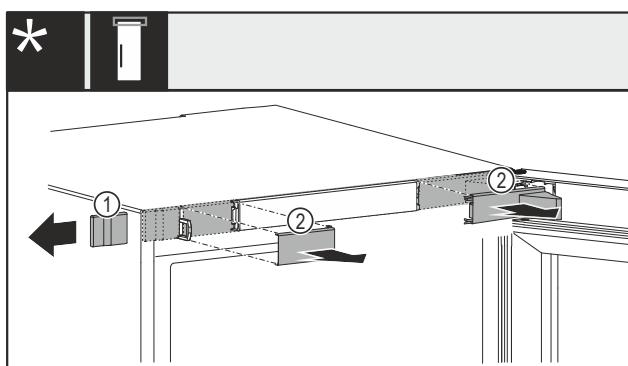

Fig. 14 Mit mechanischem oder elektrischem Schloss\*
- Abdeckung Fig. 14 (1) vorsichtig seitlich entfernen.\*
- Abdeckungen Fig. 14 (2) vorsichtig nach vorne entfernen.\*